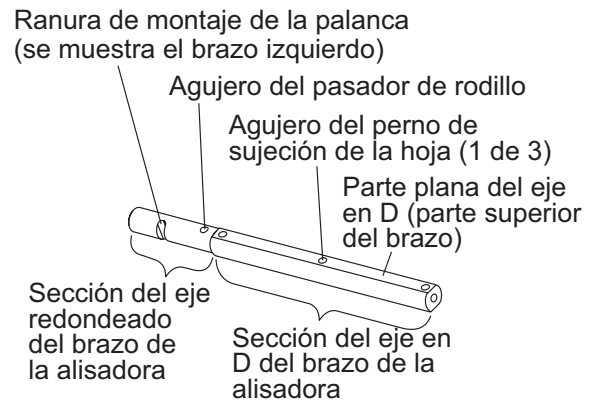
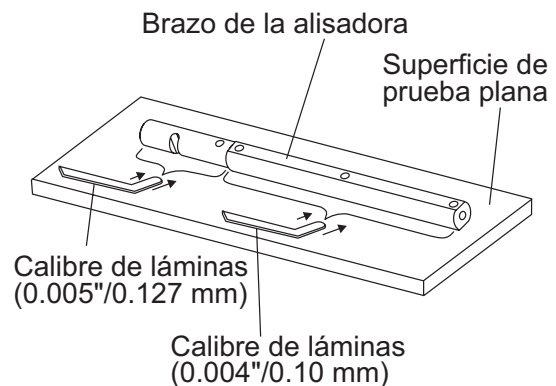

Figura 48. Brazo de la alisadora
Figura 49. Compruebe la planeidad de los brazos de la alisadora
Los brazos de la alisadora pueden resultar dañados por manipulación brusca (por ejemplo, al dejar caer la alisadora sobre una plataforma de hormigón) o golpeando tuberías expuestas, encofrados o barras de armaduras durante la operación. Un brazo de alisadora doblado impedirá el giro de la alisadora de modo uniforme y fluido. Si se sospechan brazos de alisadora doblados, examínelos para ver si están planos de la forma siguiente. Consulte la Figura 48 y Figura 49.
1. Use una placa de acero gruesa, una losa de granito o cualquier superficie recta y plana (Figura 49) para comprobar los seis lados de cada brazo de alisadora para ver si está plana.
2. Compruebe cada uno de los seis lados de la sección hexagonal del brazo de la alisadora. Un calibre de láminas de 0.004" (0.10 mm) no debe pasar entre la superficie plana del brazo de la alisadora y la superficie de prueba a lo largo de la superficie de prueba. Vea la Figura 49.